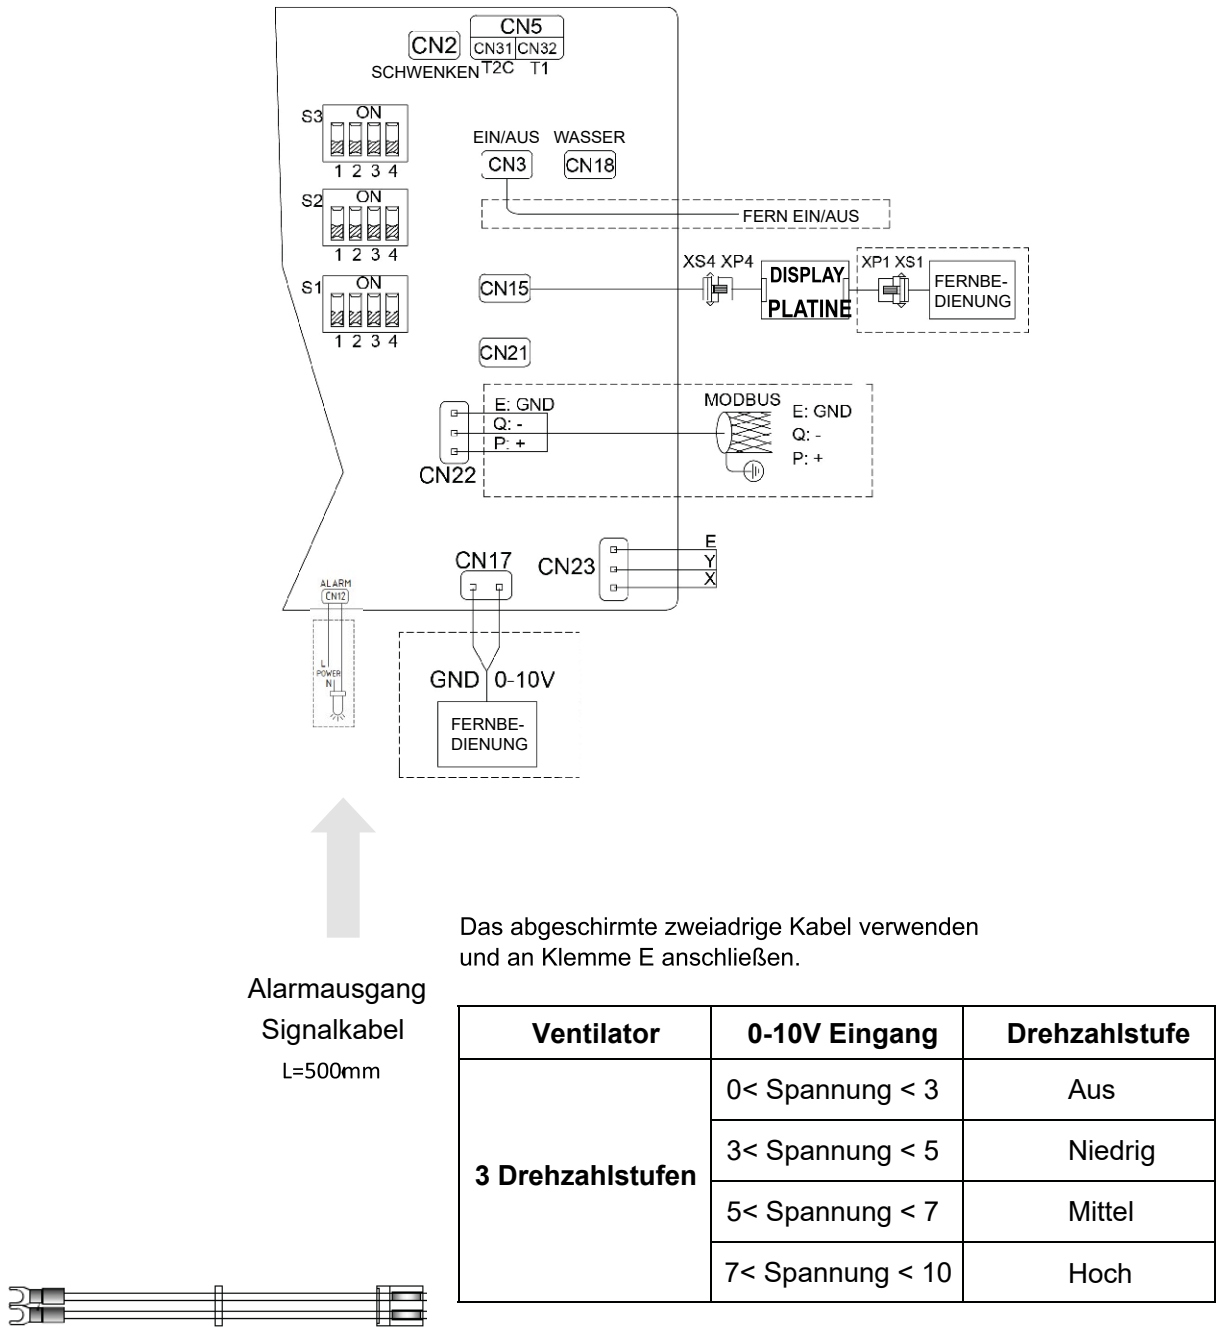

Abbildung 19: Schaltplan
- Die reservierte Funktion ist gestrichelt gezeichnet (bei Bedarf zusätzlich zu erwerben, siehe „Abbildung 19: Schaltplan“ auf Seite 28)